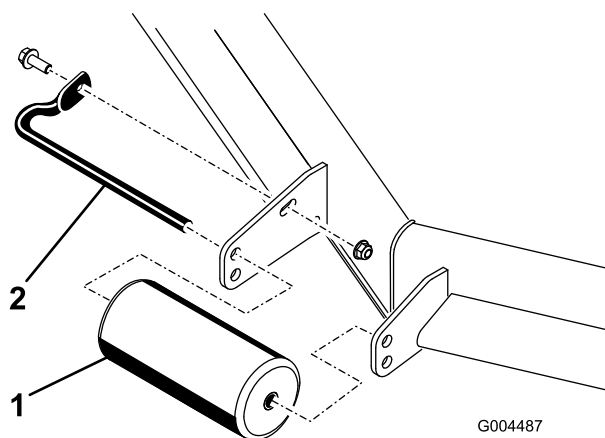

Рисунок 10
4. Снимите крепежные детали всех валиков на газонокосилке и переставьте валики в требуемом направлении, вверх или вниз (Рисунок 10).